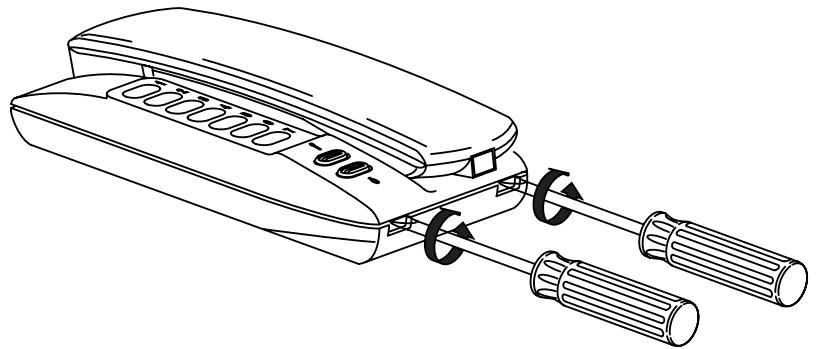

Fig. 2
- Fig. 2- Aprire il citofono separando il cofano superiore dalla parte inferiore facendo leva con un cacciavite come mostrato in figura.
- Fig. 2 - Ouvrir le poste en séparant le capot supérieur de la partie inférieure en faisant levier avec un tournevis comme le montre la figure.
- Fig. 2 - Separate the base of the interphone from the cover by inserting a screwdriver in the slots and prising open the two elements as shown in the figure.
- Abb. 2 - Das Haustelefon öffnen. Dazu die Abdeckung vom Unterteil abnehmen, indem man diese wie in der Abbildung gezeigt mit einem Schraubendreher anhebt.
- Fig. 2 - Abrir el interfono separando la parte superior del contenedor de la parte inferior haciendo palanca con un destornillador como muestra la figura.
- Fig. 2 - Abrir o telefone separando a parte superior da base com uma chave de parafusos, como mostra a figura.